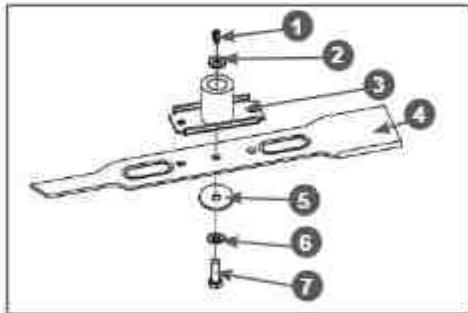

Рис. 26 Установка ножа
2. С помощью соответствующего инструмента открутите болт 7 крепления ножа и снимите нож (Рис. 26).
3. Снимите с вала двигателя адаптер 3 ножа и втулку 2 адаптера (Рис. 26).
4. Убедитесь в том, что шпонка 1 адаптера на месте и не имеет повреждений (Рис. 26). Во избежание утери шпонки во время заточки ножа или других работ по обслуживанию газонокосилки извлеките шпонку из шпоночного паза и уберите в надёжное место.
7. Установите все детали на место в порядке, обратном снятию. Схема установки показана на Рис. 26.
8. Зафиксируйте нож от проворачивания и надёжно затяните болт 7 крепления ножа (Рис. 26).